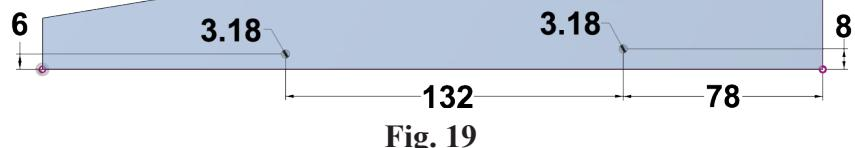

Fig. 19
Step 6. Add dimensions, Fig. 19.